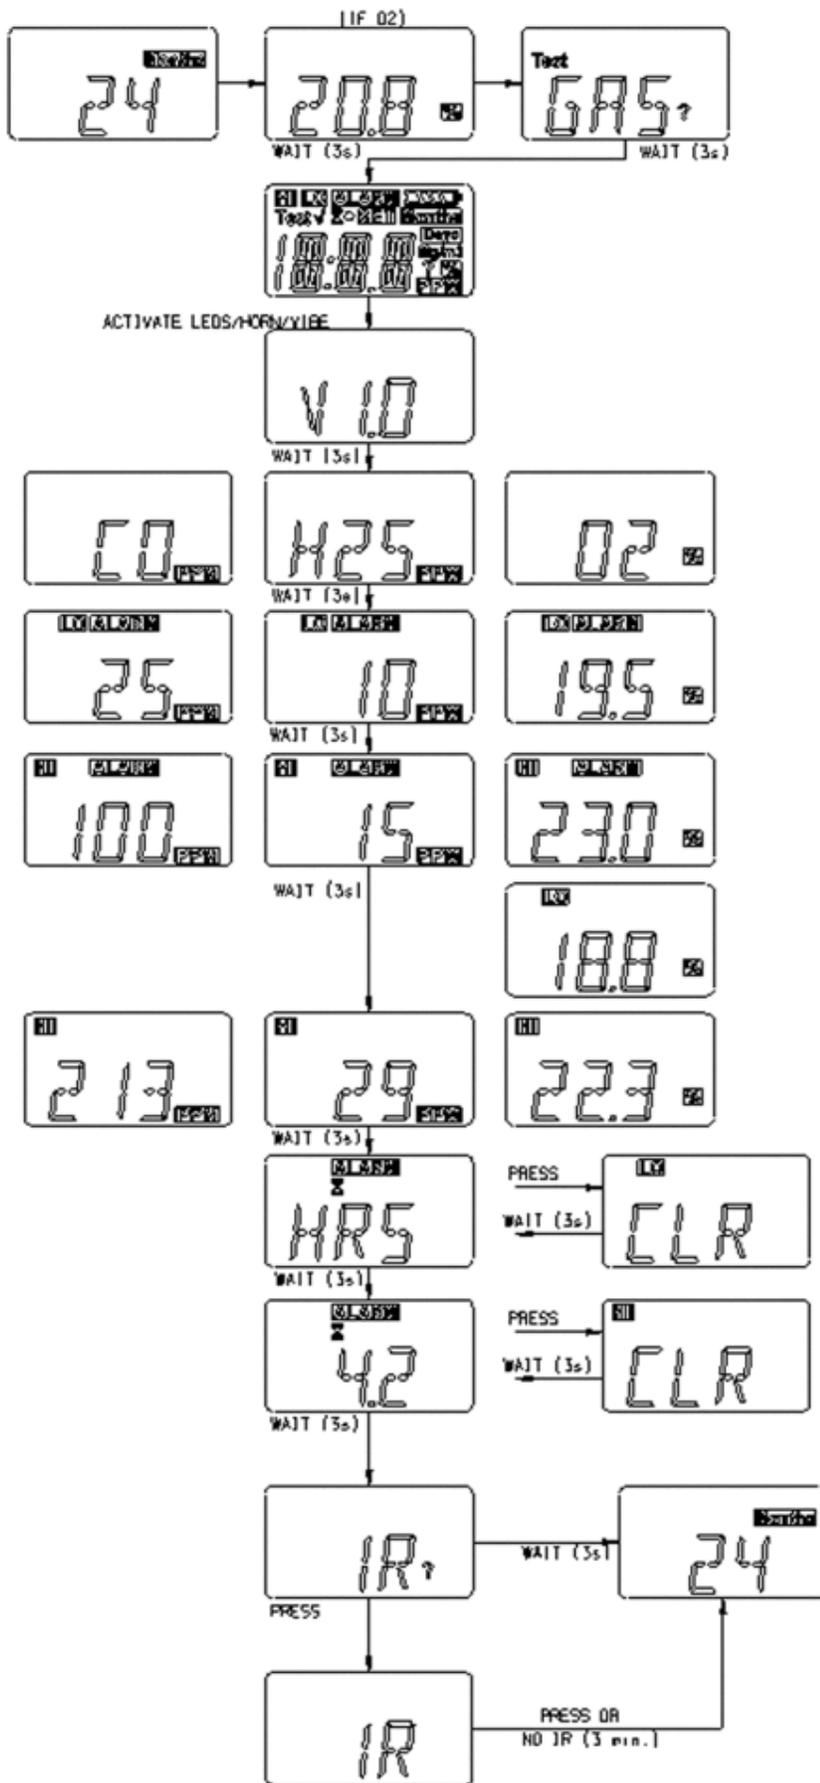

Abbildung 5 Flussdiagramm Zugriff auf ALTAIR-Seiten
- Weitere Einzelheiten finden Sie in Abbildung 5.